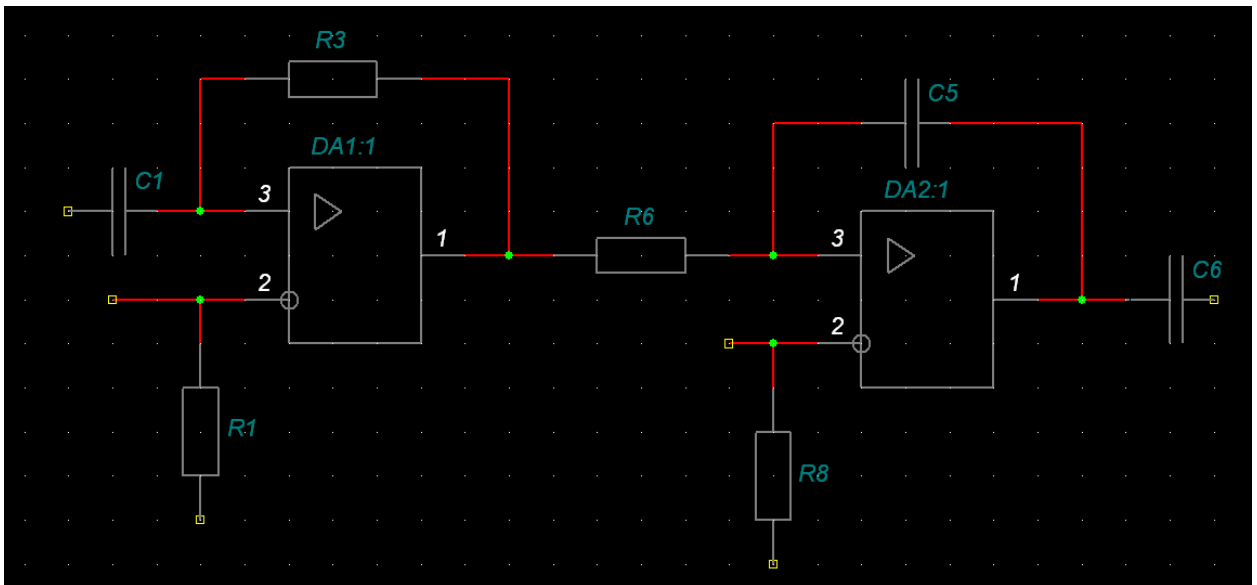

Рис. 1 Создание одиночных соединений
- 1.7 Пример созданной связи изображен на рис. 1.